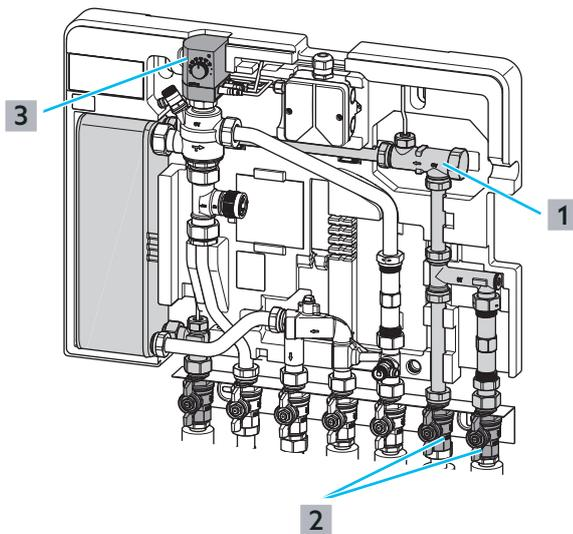

Abb. 37: Volumenstromsensor prüfen und reinigen
- 1 Schließen Sie die Kugelhähne Kaltwasser-Zulauf und Kaltwasser-Ausgang ((2) in Abb. 37 auf Seite 39) im Trinkwasserkreis.